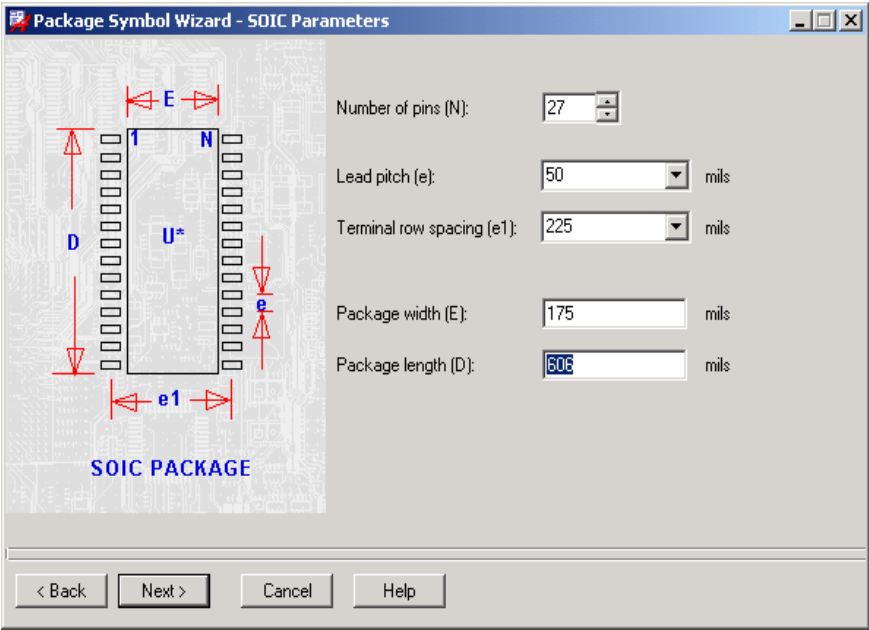

图 6-20 设置尺寸参数
5) 设置尺寸参数。此时界面如图 6-20，供设计者设置器件的尺寸参数，设置完成后单击 NEXT 钮。